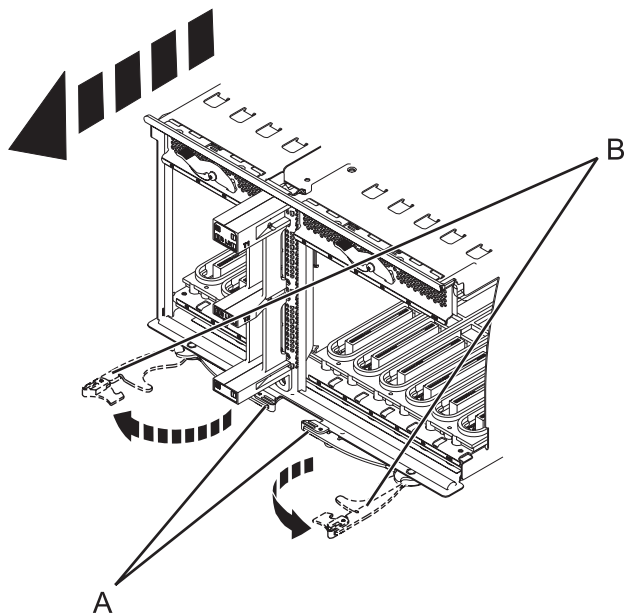

Figura 87. Extracción de la placa del sistema de E/S
12. Apriete los pestillos de liberación (**A**) y saque las palancas (**B**), como se muestra en Figura 87.